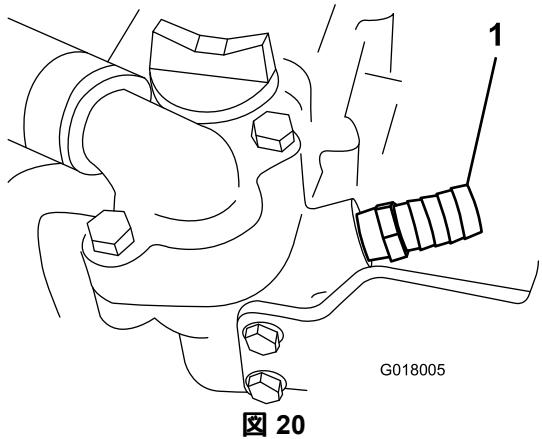

図 20
2. ドリップパンを置く。サーモスタットハウジングの前下にあるプラグを抜き、5/8インチのストレートフィットティングにパイプシーラントを塗ってユニットに取り付ける図 20。